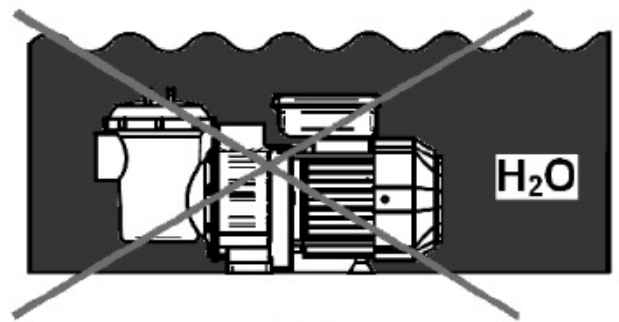

Fig. 4
- 2) Nie umieszczaj pompy w miejscu, w którym może być zalana (rys. 4)